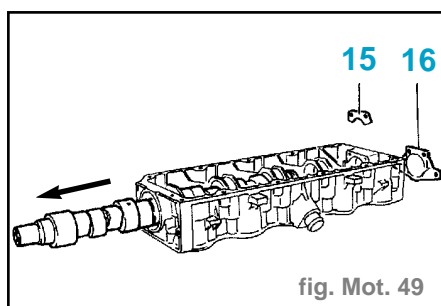

fig. Mot. 49
- la butée d'arbre à cames (15) (fig. Mot. 49).
- la pompe à vide ou la plaque de fermeture (16) (suivant équipement) (fig. Mot. 49).
- Reposer la butée d'arbre à cames (fig. Mot. 49).